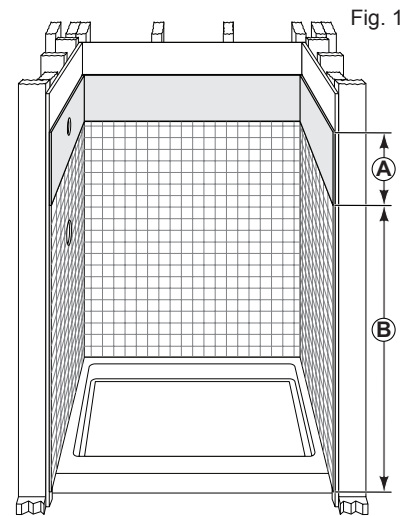
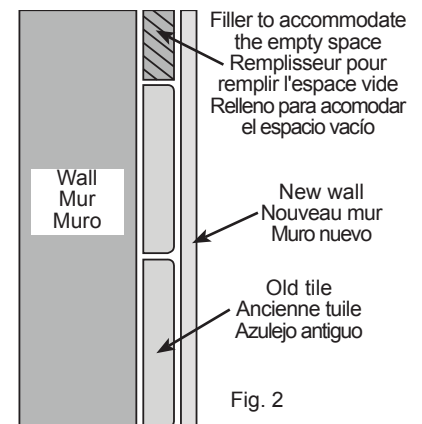

Fig. 1
Fig. 2
If your existing wall covering does not extend to a height equal to the height of the shower wall panels, it will be necessary to install a filler board to that height (Fig.1 and Fig.2). The filler board must equal the thickness of the existing wall covering (tile). Usually, 1/4" Masonite or similar material is adequate.
3. Une fois l'apprêt / scellant complètement sec, poursuivez l'installation en suivant les instructions de ce manuel. Si votre revêtement mural existant ne s'étend pas à une hauteur égale à la hauteur des panneaux de paroi de douche, il sera nécessaire d'installer un panneau de remplissage à cette hauteur (Fig.1 et Fig.2). Le panneau de remplissage doit être égal à l'épaisseur du revêtement mural existant (carrelage). Habituellement, de la masonite de 1/4 po ou un matériau similaire est adéquat.
Si su revestimiento de pared existente no se extiende a una altura igual a la altura de los paneles de la pared de la ducha, será necesario instalar un panel de relleno a esa altura (Fig.1 y Fig.2). El panel de relleno debe ser igual al grosor del revestimiento de pared existente (loseta). Por lo general, la masonita de 1/4" o material similar es adecuado.